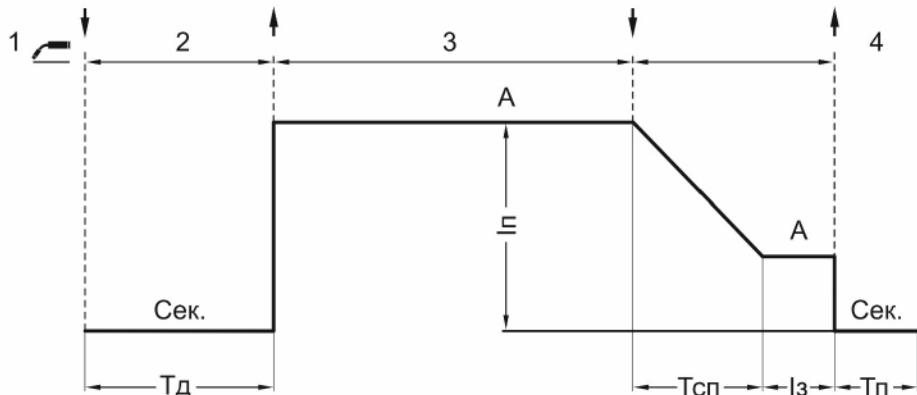

Рис. 7.2.2. Режим работы аппарата 4Т.
**Четырехтактный режим (4Т)** рекомендуется использовать при длине сварочных швов выше 200 мм (См. рис. 7.2.2).